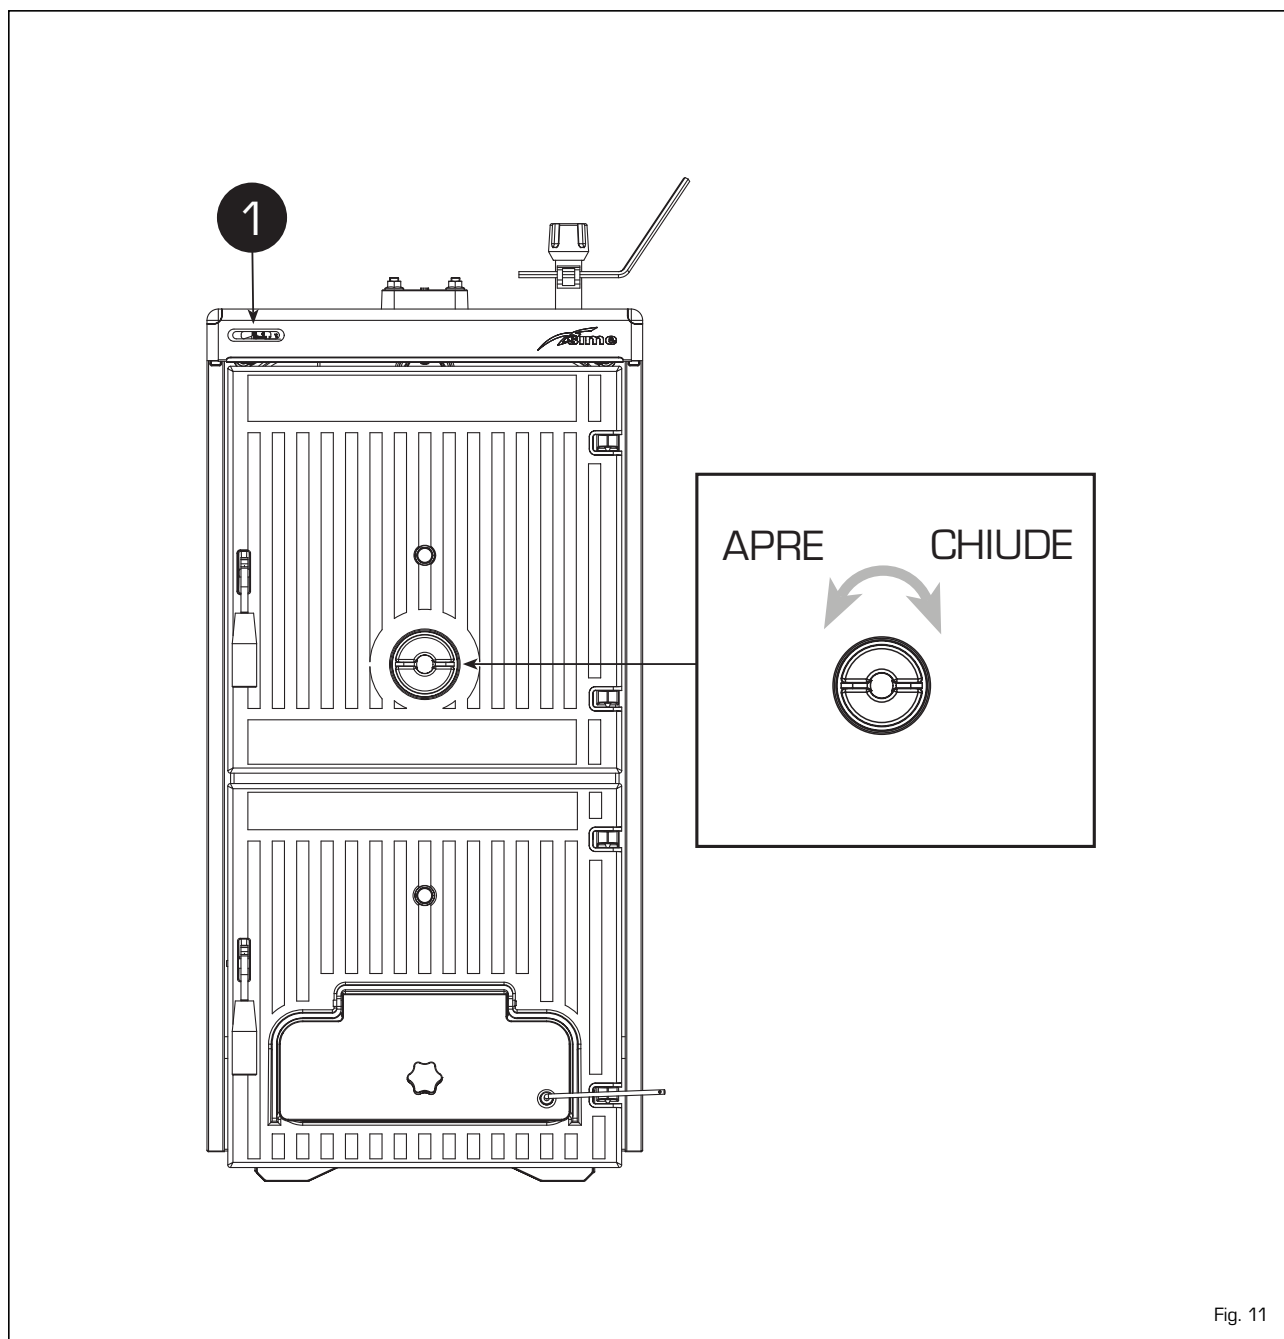

Fig. 11
5.2 TERMOMETRO CALDAIA (fig. 11)
5.3 REGOLAZIONE ARIA (fig. 11)